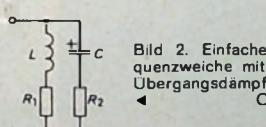

Bild 2. Einfache Frequenzweiche mit 6 dB Übergangsdämpfung je Oktave
Bild 2 zeigt die einfachste Form einer Frequenzweiche. Die Wechselstrom-
den Batteriespannung ausgewählt werden, dürfte eine wesentliche Erhöhung des Spitzenstromes zur Zerstörung der Transistoren führen. Diese Gefährdung der Endstufen-Transistoren ist aber zu vermeiden, wenn die in der folgenden Darstellung aufgeführte Dimensionierungsregel beachtet wird. Wählt man beide Lautsprecher mit gleichen Widerstandswerten, ist also $R_1 = R_2 = R$, und erweitert man den Quotienten der Gl. (1) mit R , so ist der Gesamtwiderstand der Schaltung im Bild 2
In Gl. (2) eingesetzt, wird $\beta = R$, das heißt, der Gesamtwiderstand der Schaltung im Bild 2 wird ohmisch, frequenzunabhängig und so groß wie der Einzelwiderstand R jedes Lautsprechers. Die Werte von L und C bestimmen nach der Thomsonschen